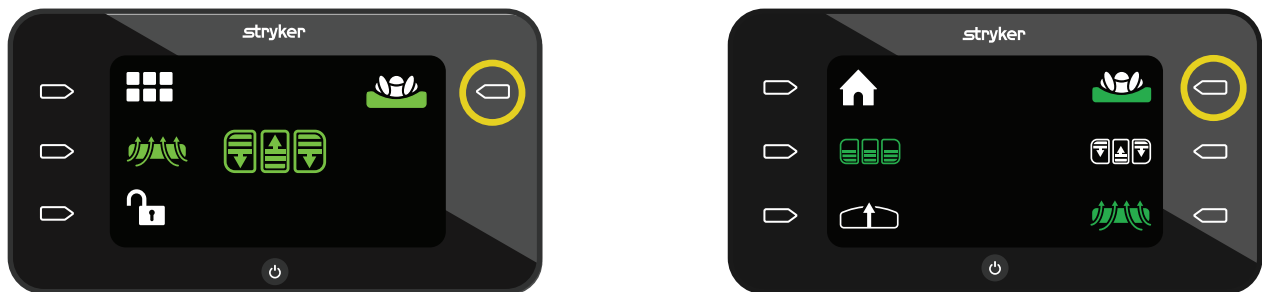

Figura 35 – Modo AST ligado
2. Para parar o modo AST, prima o botão de **Ação** perto do ícone **modo AST** (Figura 35).